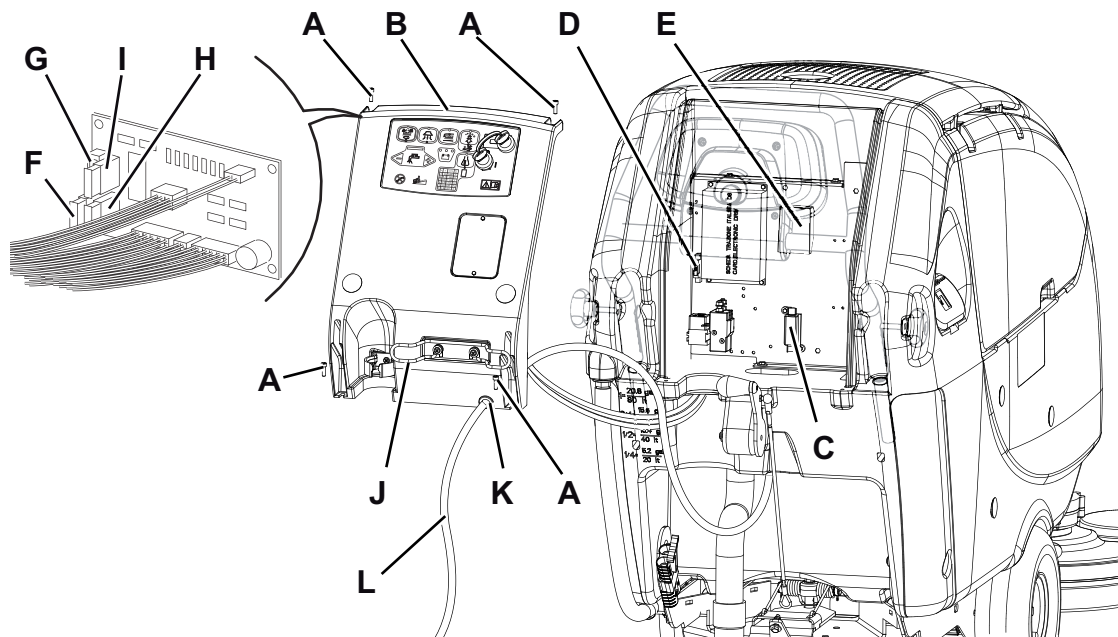

Abbildung 9
1. Batteriestecker (12) trennen.
2. Schmutzwasserablassrohr (16) verschieben.
3. Falls erforderlich, das Ladegerätkabel (L, Abb. 9) vom Halter (J) abnehmen.
4. Schrauben (A) entfernen, den kleinen Gummi (K) aus dem Sitz der Bedienfeldplatte (B) herausnehmen und Bedienfeldplatte (B) vorsichtig abnehmen.